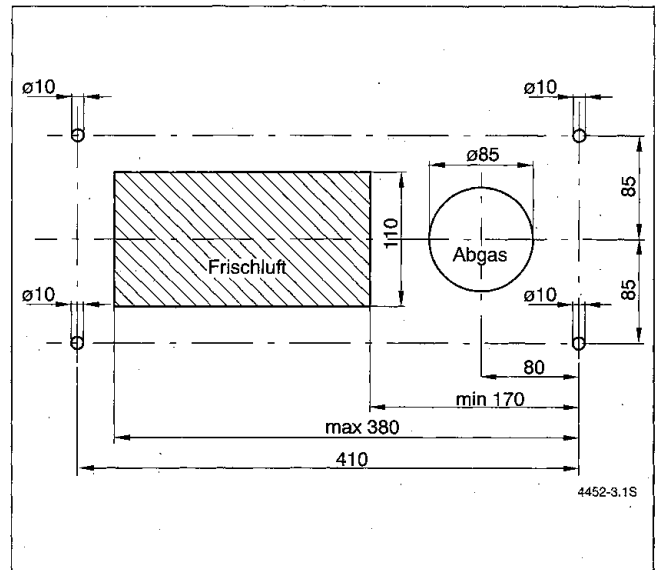
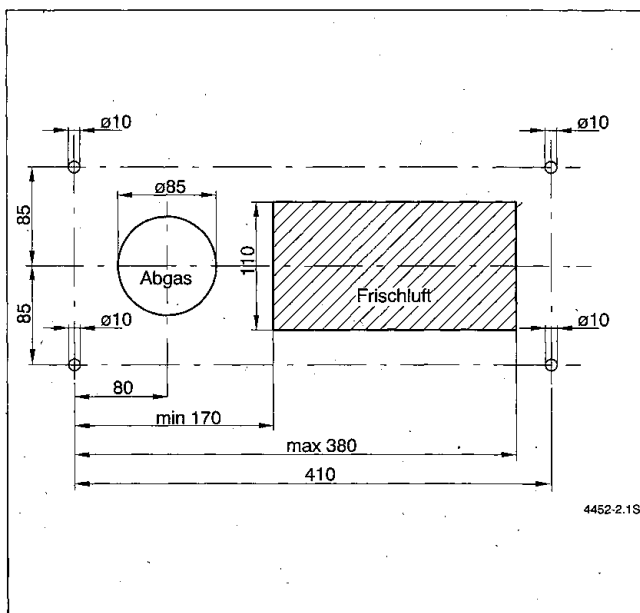

Bild 3
Bild 2
- Montageanschlußplatte (13) nach Installationsanleitung montieren.
- Bohrung mit $\varnothing 110$ mm oder eine quadratische Öffnung mit mindestens 10×10 cm am Luftschacht des Bestands-LAS anbringen (Bild 2 oder Bild 3).
- Bohren Sie die Befestigungslöcher ($\varnothing 10$) entsprechend Bild 2 oder Bild 3.